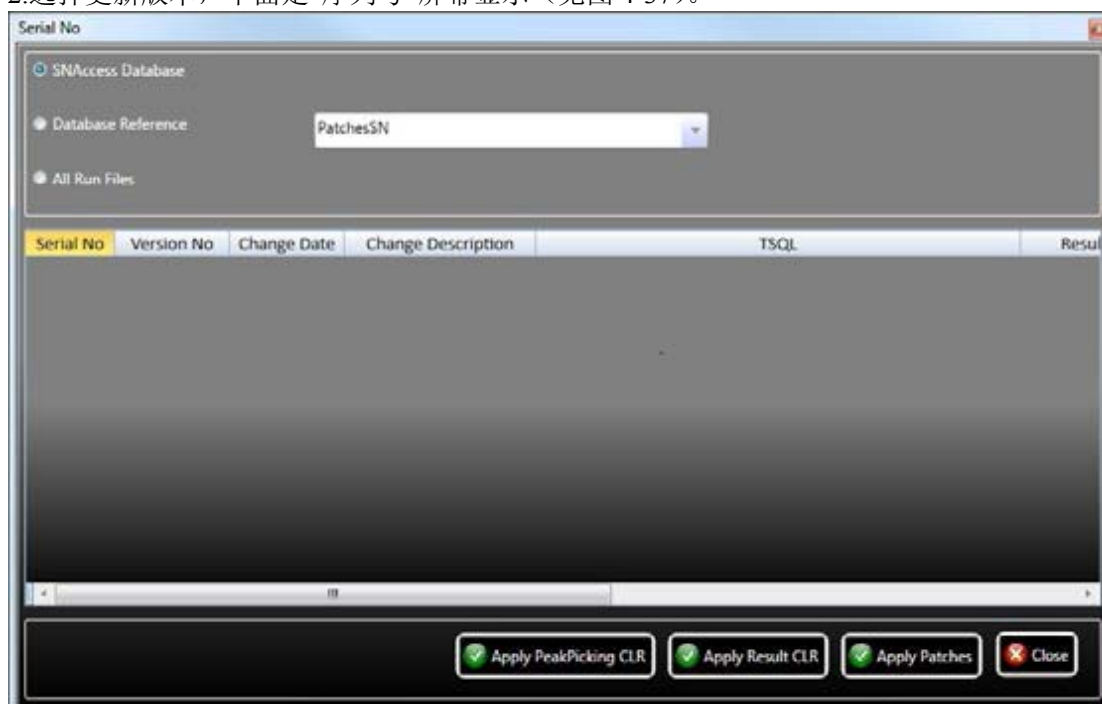

Figure 4-37
2. 选择更新版本，下面是“序列号”屏幕显示（见图 4-37）。